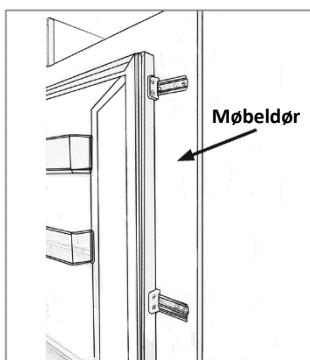

Fig.14
- Det endelige resultatet av dørgliderne skal være lignende som det som vist i Fig. 14, som viser to glidere på plass.